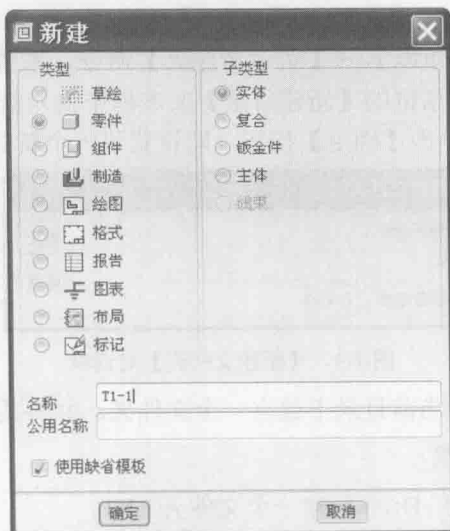

图 1-6 【新建】对话框
(1) 单击工具栏中的【新建】图标, 或者选择主菜单中的【文件】→【新建】命令, 系统弹出【新建】对话框, 如图 1-6 所示。